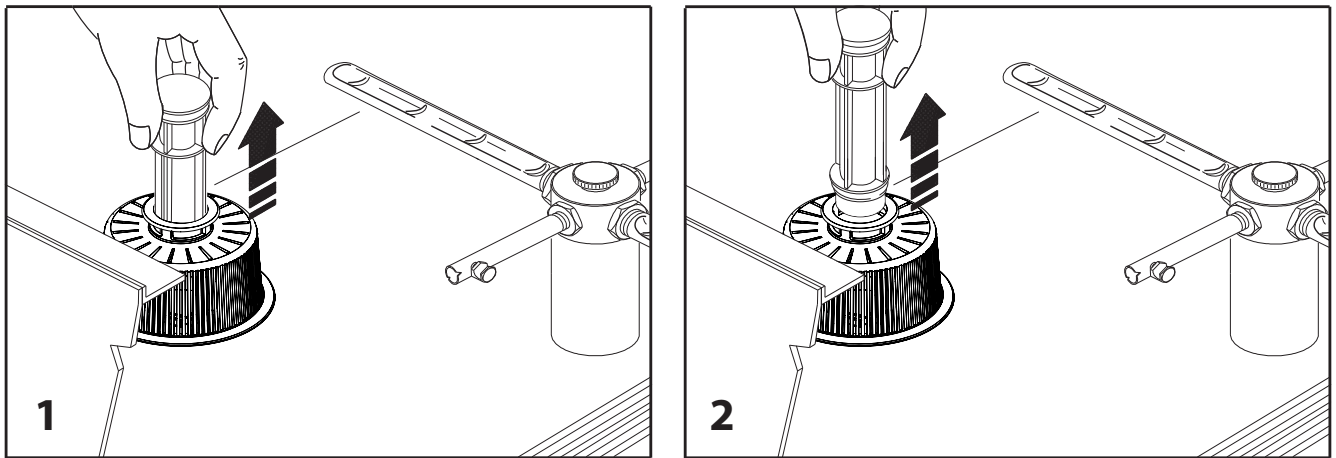

Abb. 16
2. Das Überlaufrohr abnehmen (Bild 16)